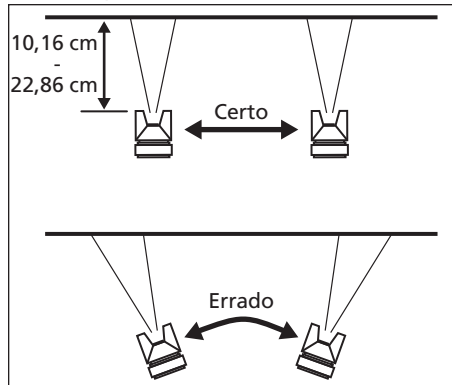

Figura 8 - Movimento do revólver
- Mantenha o revólver paralelo e de 10,16 cm (4 pol.) a 22,86 cm (9 pol.) da superfície do objeto a ser pulverizado (Veja a Figura 8). Se a descarga do material estiver ajustada para um padrão estreito pequeno, poderá ser necessário aproximar-se da superfície de trabalho.